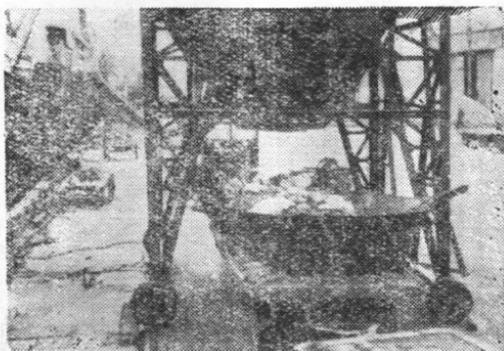

图 9
(1) 漏斗装货从上倾泻，拖车驾驶室的前窗、顶窗都要关闭，防止散货飞入驾驶室。
(2) 拖车如转弯进入漏斗下，须大角度进入，不可急弯。这样，大平车和八角斗才不致碰撞漏斗架（图9）。